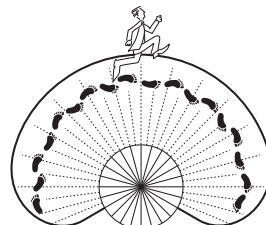

Figura 8
3. Camine por el área de cobertura y note dónde está usted cuando las luces se encienden. Además, la LED roja detrás de la lente del detector de movimiento destellará varias veces cuando se detecta movimiento (vea la Figura 8).